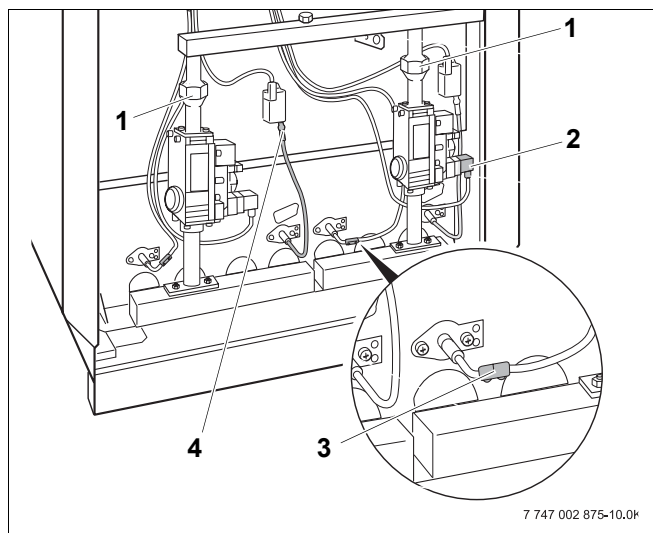

Рис. 39 Газовая горелка с арматурой Honeywell VR 4605
- Отсоедините горелку от трубы подачи газа, для чего разъедините резьбовые соединения (рис. 39, **поз. 1**) над арматурой.
- Отверните винты штекера горелки (рис. 39, **поз. 2**) и выньте штекер из арматуры (рис. 39).
- Разъедините штекерное соединение тактового устройства розжига (рис. 39, **поз. 4**).
- Удалите защиту от прикосновения на контрольном кабеле (рис. 39, **поз. 3**) и разъедините штекерное соединение.